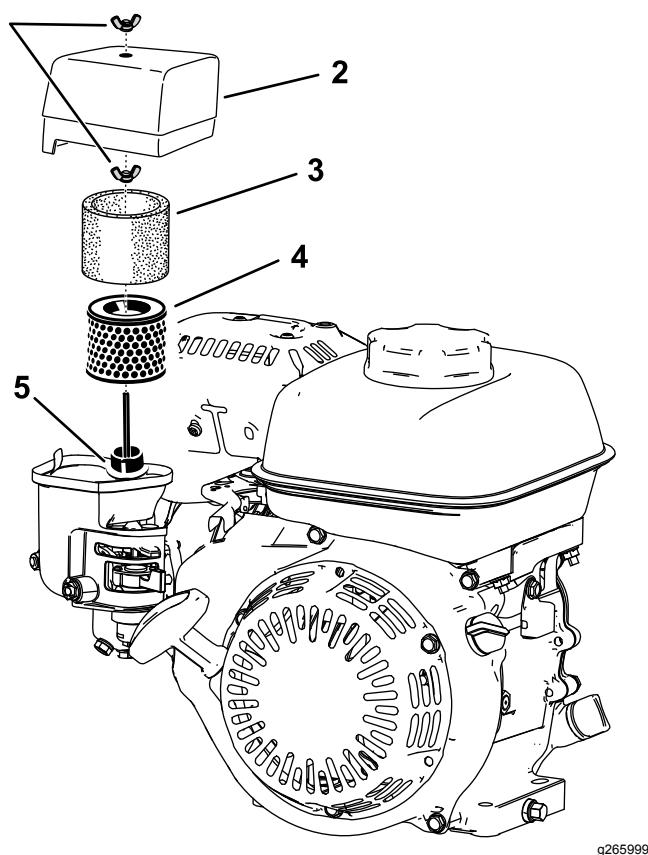

Bild 29
2. Entfernen Sie die Flügelmutter, mit dem die Luftfilterabdeckung befestigt ist (Bild 29).